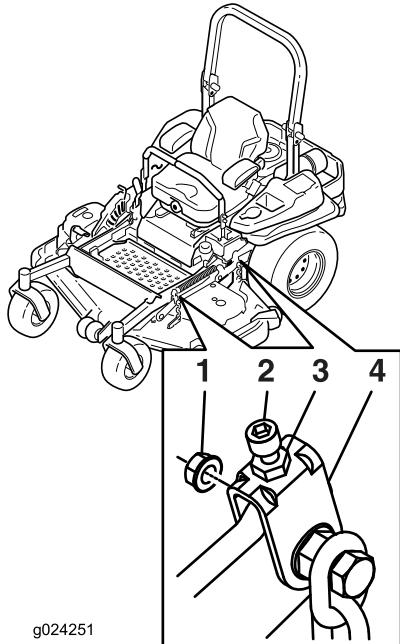

Figura 91
9. Si es necesario, afloje la tuerca "whizlock" del lateral de la horquilla y la contratuerca de la parte superior. Gire el tornillo de ajuste hasta obtener una altura de 76 mm (3 pulgadas) (ver Figura 91).
15. Gire el tornillo de ajuste hasta obtener una altura de 8.3 cm (3-1/4 pulgadas) (Figura 91).